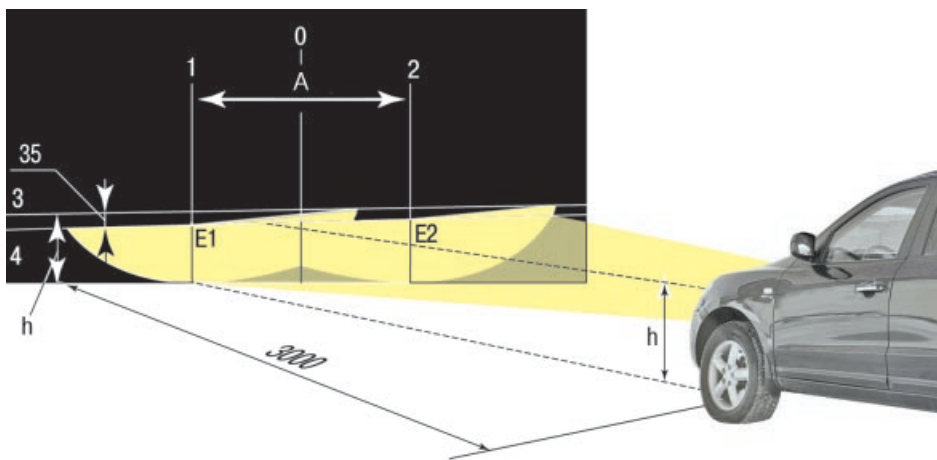

Рис. 10.5. Регулировка света фар
2. Установите автомобиль перпендикулярно гладкой стене (например, в гараже) на расстоянии 3 м. Положите на сиденье водителя груз массой 75 кг. Разметьте на стене экран, как показано на рис. 10.5. Продольная плоскость симметрии автомобиля должна проходить по линии 0 на экране. Вертикальные линии 1 и 2 расположены на равном расстоянии от линии 0. Расстояние А между линиями 1 и 2 должно быть равно расстоянию между центрами ламп ближнего света фар. Качните автомобиль сбоку, чтобы самоустановились пружины подвесок.